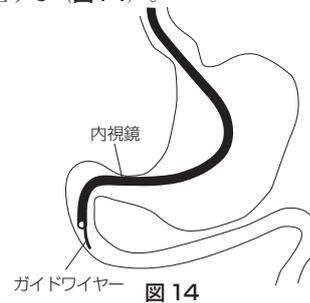

図14
1. **使用方法1**の8項までにより (ただし、本使用方法ではガイドワイヤーは予め本品に挿入しない)、本品の挿入準備を行う。次に内視鏡を経口的に十二指腸下行脚まで挿入し、ガイドワイヤーを内視鏡の鉗子孔より挿入して、十二指腸下行脚に留置する (図14)。